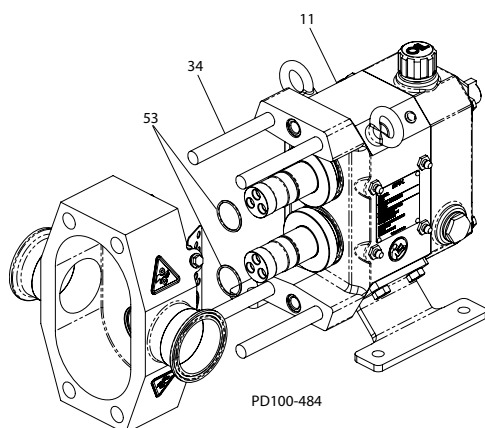

Figura 33: Desmontaje del cuerpo de la bomba
1. Golpee levemente el cuerpo de la bomba hacia adelante con un martillo de cabeza plástica, hasta que las espigas se liberen de la caja de engranajes (Figura 33, renglón 11).